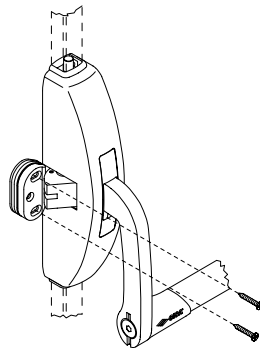
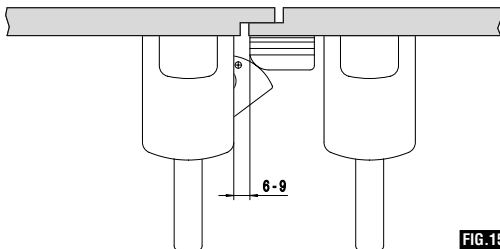
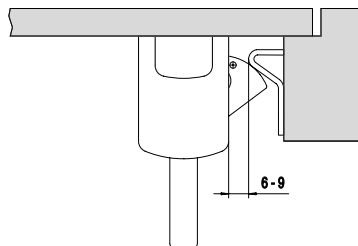

FIG. 14
FIG. 15A
FIG. 15B
- 14) Posizionare le bocchette a battuta sullo scrocco utilizzando il numero di spessori necessari per rispettare la distanza indicata nelle fig. 15A e fig. 15B; Segnare con un punteruolo i due fori laterali (asole) ed eseguire i due fori H3 = 2.6 mm (indicativo per profili di alluminio) (fig. 14). **ATTENZIONE:** regolare la posizione della bocchetta in modo che la levetta anticasso, a porta chiusa, risulti completamente premuta ed a filo con lo scrocco. In caso contrario il dispositivo di bloccaggio dello scrocco non sarà attivo (fig. 14).
- 14) Position the strikers on the latch-bolt using the necessary number of spacers to respect the distance indicated in Figs. 15A and 15B; mark with an awl the two side holes (slots) and drill the two holes H3 = 2.6 mm (indicative for aluminium profiles) (Fig. 14). **ATTENTION:** adjust the position of the striker so that the anti-picking device lever, with the door closed, is completely pressed down and flush with the latch-bolt. If this is not the case the dead-locking device of the latch-bolt will not be active (Fig. 14).
- 14) Positionner les gâches contre le pêne en utilisant le nombre d'épaisseurs nécessaires pour respecter la distance indiquée dans les fig. 15A et fig. 15B; Marquer avec un poinçon les deux trous latéraux (rainures) et réaliser les deux trous H3 = 2.6 mm (indicatif pour les profils en aluminium) (fig. 14). **ATTENTION:** régler la position de la gâche de manière à ce que le doigt anti-effraction, quand la porte est fermée, soit complètement enfoncé et au niveau du pêne. Dans le cas contraire, le dispositif de blocage du pêne ne sera pas actif (fig. 14).
- 14) Coloque los batientes en correspondencia con el pestillo, utilizando el número de espesores necesarios para respetar la distancia indicada en las figuras 15A y 4B; marque con un punzón los dos orificios laterales (ojales) y practique los dos orificios H3 = 2.6 mm (indicativo para los perfiles de aluminio) (Fig. 14). **ATENCIÓN:** regule la posición del batiente de tal modo que la palanca anti-picking, con la puerta cerrada, quede completamente apretada y al ras del pestillo. En caso contrario, el dispositivo de bloqueo del pestillo no estará activo (Fig. 14).
- 14) De schootplaat op de schoot plaatsen, en de nodige tussenstukken aan brengen om de in afb. 15A en 15B aangegeven afstanden in acht te nemen. De twee zijgaten markeren en de gaten H3 = 2.6 mm boren (voor aluminiumprofielen) (afb. 14). **LET OP:** de positie van de schootplaat zodanig regelen dat de inbraakbeveiliging, met gesloten deur, volledig ingedrukt in lijn met de schoot is. Zo niet zal het vergrendelsysteem van de schoot niet werken (afb. 14).
- 14) Die Beschläge in Übereinstimmung mit der Falle positionieren, dazu verwendet man die notwendige Anzahl an Ausgleichscheiben, um den auf den Abb. 15A und Abb. 15B angeführten Abstand einzuhalten. Mit einem Senkstift die beiden seitlichen Bohrungen (Schlitze) anzeichnen und die beiden Bohrungen H3=2.6 mm durchführen (die angeführten Durchmesser beziehen sich auf Aluminiumprofile) (14). **ACHTUNG:** Position des Beschlags so regulieren, dass der Einbruchsicherungshebel bei geschlossener Tür vollständig gedrückt ist und mit der Falle in einer Linie steht. Wenn diese Voraussetzungen nicht vorhanden sind, ist die Sperrvorrichtung der Falle nicht aktiv. (Abb. 14).